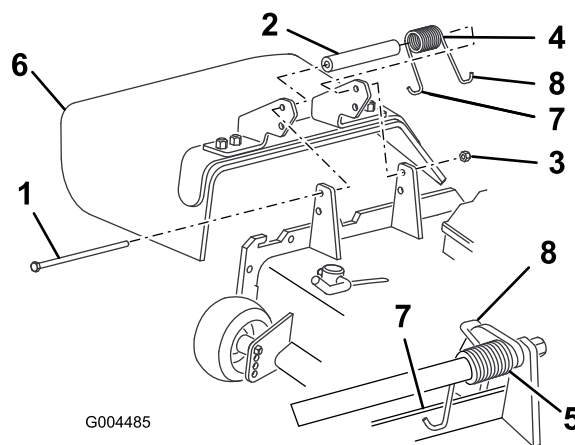

Figura 25
2. Togliete il dado di bloccaggio, il bullone, la molla e il distanziale che fissano il deflettore alle staffe orientabili del tosaerba (Figura 25). Togliete il deflettore di sfalcio se è danneggiato o consumato.
3. Inserite un distanziale e la molla tra le nuove staffe del deflettore di sfalcio (Figura 25). Collocate l'estremità sinistra a J della molla dietro il bordo del tosaerba.
Nota: Prima di montare il bullone, come riportato nella Figura 25, verificate che l'estremità sinistra a J della molla sia inserita dietro il bordo del tosaerba.
4. Montate il bullone e il dado. Infilate l'estremità a gancio della molla attorno al deflettore di sfalcio (Figura 25).